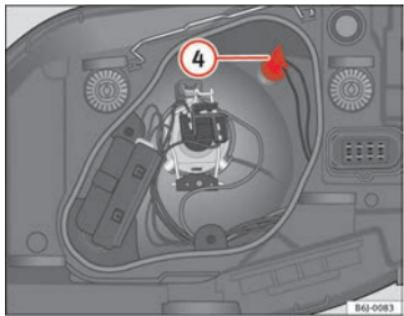

Fig. 145 Luz de población
- Extraiga el portalámparas ④ \Rightarrow fig. 145 hacia fuera.